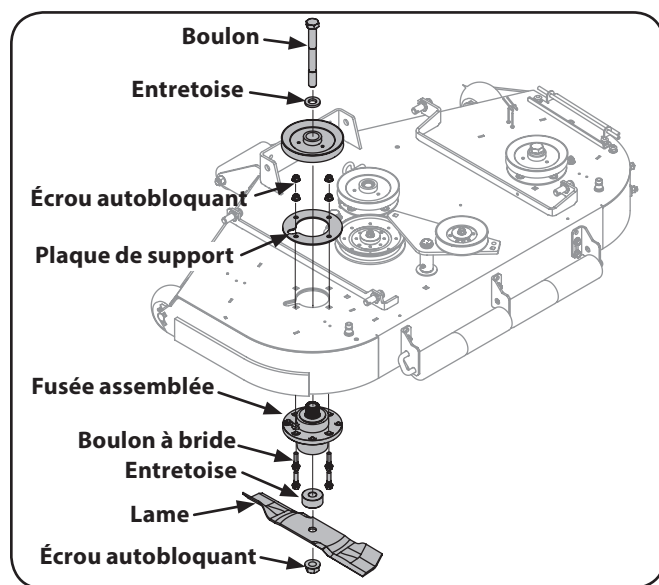

Figure 7-11
6. À l'aide d'une clé de 9/16" ou d'une clé à rochet, retirez les écrous autobloquants et les boulons à bride. Retirez ensuite la fusée assemblée. Voir Figure 7-11.